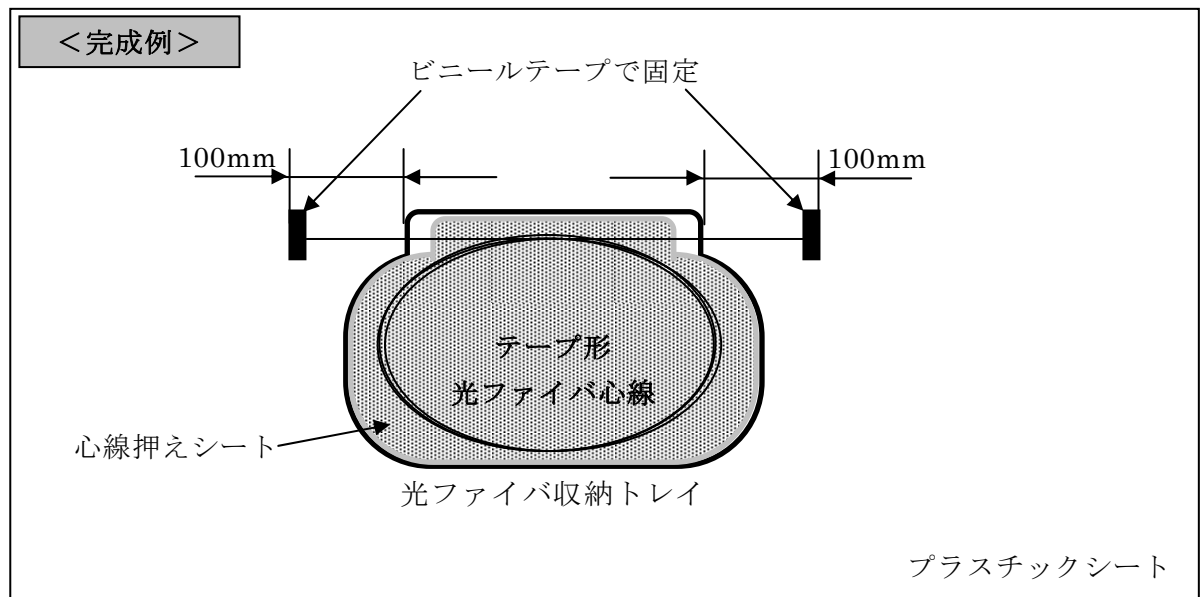

図 1 光ケーブル配線施工作業課題
- (1) 図 1 を参考にして、支給されたプラスチックシート上の中心付近に光ファイバ収納トレイを設置、固定する。
- (2) 光ファイバ収納トレイの上部端から $100 \pm 10\text{mm}$ の範囲内に、支給された長さのテープ形光ファイバ心線の両端をビニールテープで固定する。この際に固定したビニールテープから、テープ形光ファイバ心線がはみ出さないようにする。
- (3) 固定したビニールテープは、その後取り外してはならない。※1
- (4) 固定したテープ形光ファイバ心線をねじれなくトレイに収納する。なお、テープ形光ファイバ心線の許容曲げ半径は、 30mm 以上とする。収納後、心線押えシートを取り付ける。